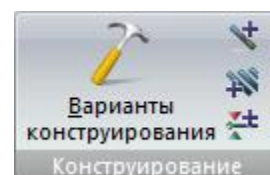

Рис.37. Панель **Конструирование**
- **Конструирование** (рис.37) – операции по созданию и назначению вариантов конструирования, работе с вариантами, создание конструктивных или унифицированных элементов для дальнейшего стального расчета или расчета армирования;
Панель **Конструирование** (рис.37) содержит следующие команды: